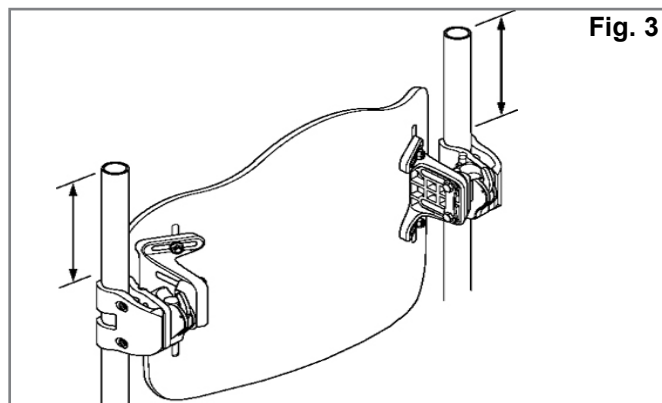
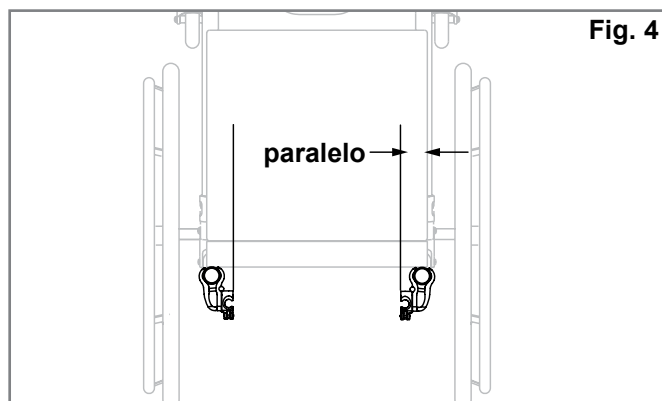

Fig. 3
Fig. 4
Instruções de instalação do hardware (Fig. 3, 4, 5)
2. Determine visualmente a localização pretendida dos recetores das barras traseiras da cadeira de rodas. A altura do hardware de montagem deve ser aproximadamente igual em cada barra traseira (Fig. 3) e paralelo à estrutura do assento (Fig. 4). As posições mais elevadas nas barras traseiras são, geralmente, melhores.